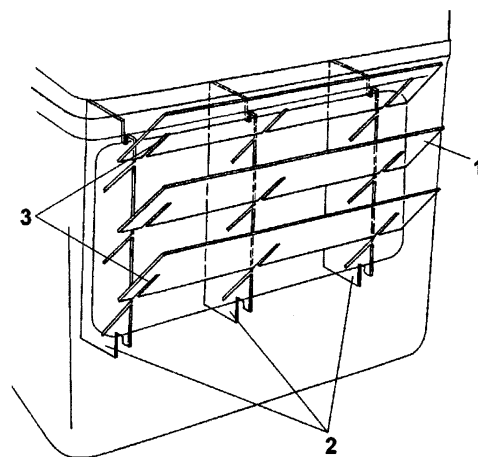

Fig. 11
2. Assemble one horizontal panel (fig. 11/1) and all the vertical ones (fig. 11/2).
3. Fit these assembled panels onto the condenser (fig. 11).
4. Then assemble the rest of the horizontal louvers (fig. 11/3).
2. Monter un panneau horizontal (fig. 11/1) et tous les verticaux (fig. 11/2).
3. Monter l'ensemble du condenseur (fig. 11).
4. Monter postérieurement le reste des horizontales (fig. 11/3).
2. Montar un panel horizontal (fig. 11/1) y todas las verticales (fig. 11/2).
3. Montar el conjunto en el condensador (fig. 11).
4. Montar posteriormente el resto de las horizontales (fig. 11/3).